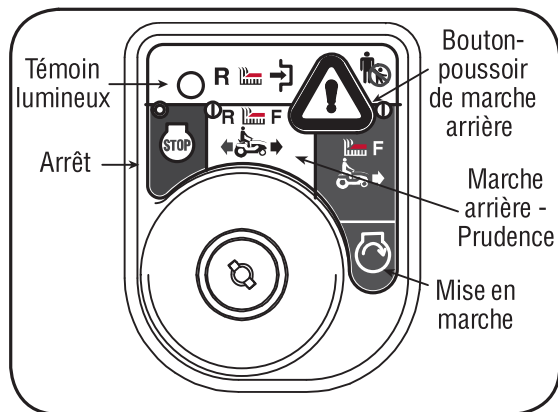

Figure 4-5
2. Déplacez la clé de la position « **NORMAL MOWING** » (Verte) (Tonte normale) à la position « **REVERSE CAUTION MODE** » (Jaune) (Marche arrière - Prudence). Voir la Figure 4-5.
3. Appuyez sur le **BOUTON-POUSOIR DE MARCHÉ ARRIÈRE** (Bouton triangulaire orange) dans le coin supérieur droit du module d'allumage. Le témoin lumineux rouge dans le coin supérieur gauche s'allume quand la marche arrière est embrayée. Voir la Figure 4-5.